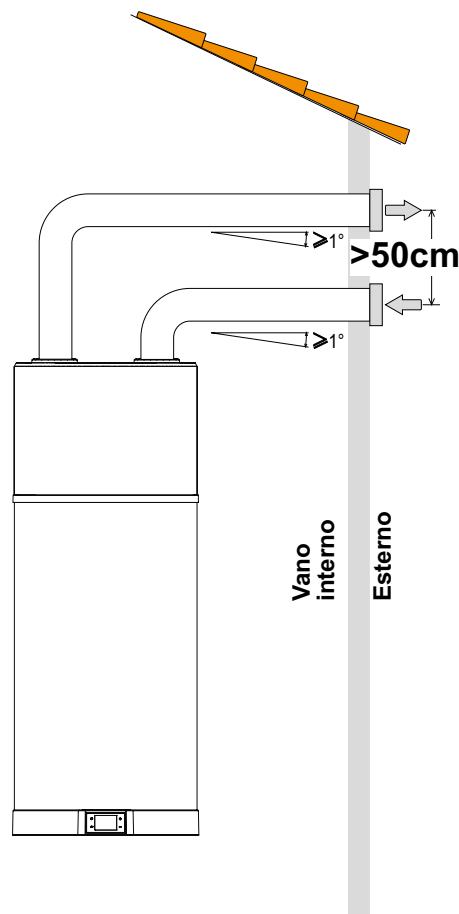

fig. 53 - Ejemplo de conexión de salida de aire
- Realizar un canal de aire dedicado como se indica en la fig. 53.